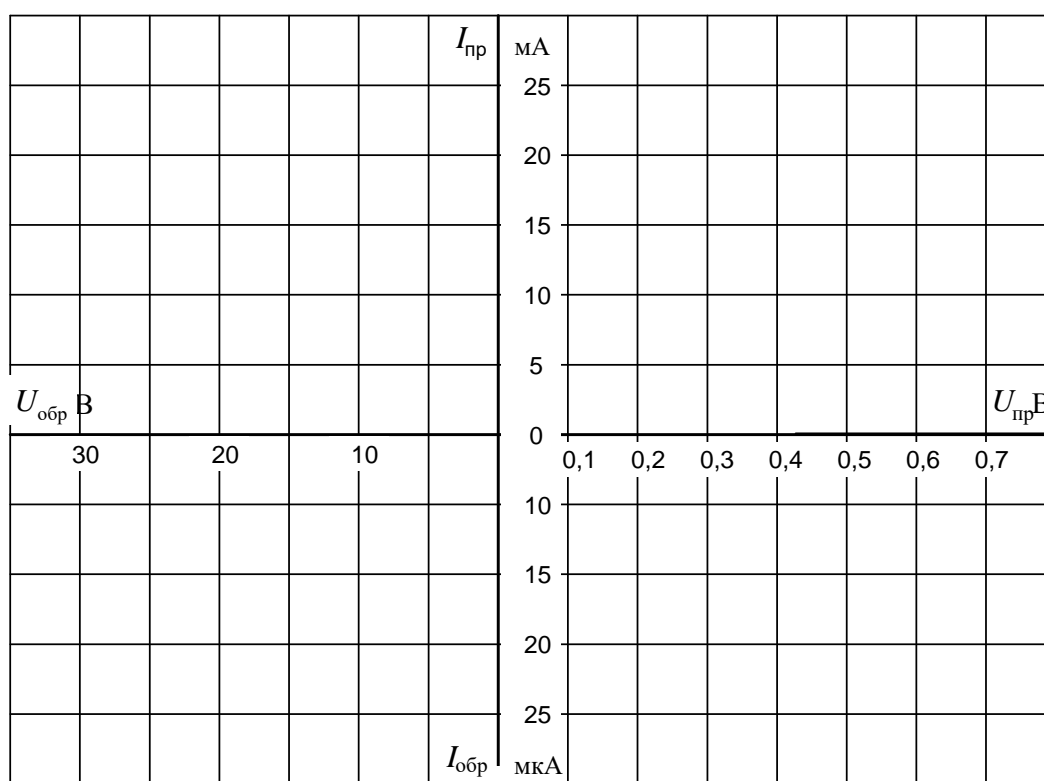

Рисунок 4
1.3. Перенесите измеренные данные из таблиц на график (рис.4) и постройте вольтамперную характеристику диода.